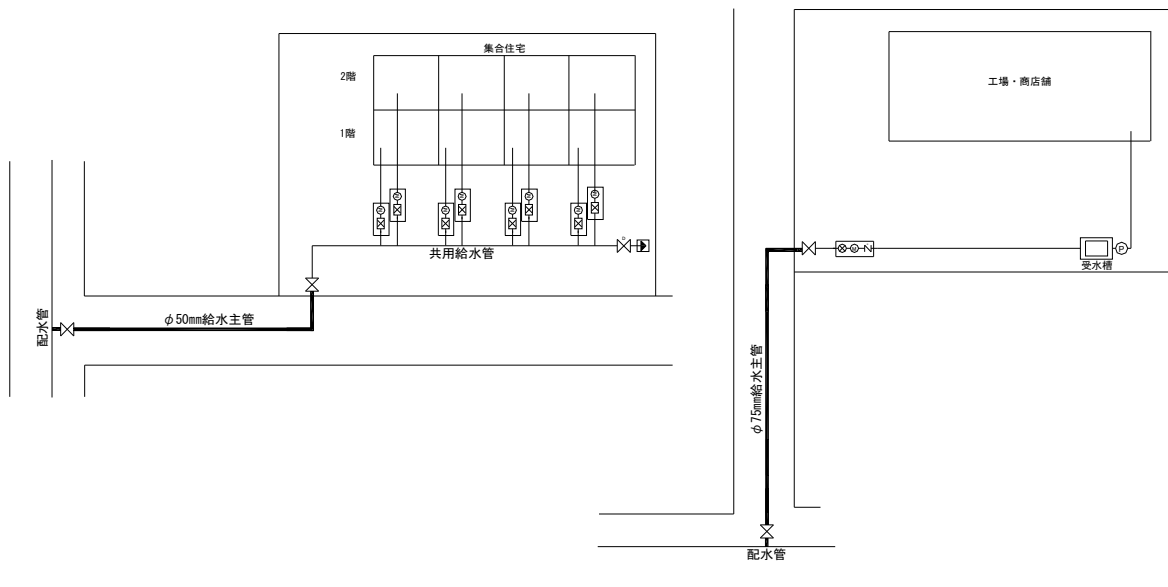

図 10-2 集合住宅等へ引き込む際の給水主管
- (2) 集合住宅、商店舗、工場等の建設において、給水装置の引き込みのために口径 50mm 以上にて公道部へ縦断布設を行う場合(図 10-2)
- (3) その他企業長が、給水主管と認めた場合